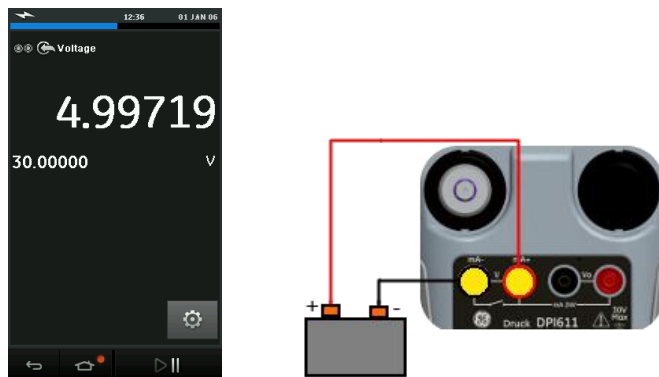

Рис. 2-21 Измерение напряжения постоянного тока в вольтах или напряжения постоянного тока в мВ в электрическом канале.
- Рис. 2-21 показывает настройку электрического канала для измерения напряжения постоянного тока (± 30 V) или напряжения постоянного тока в мВ (± 2000 мВ).